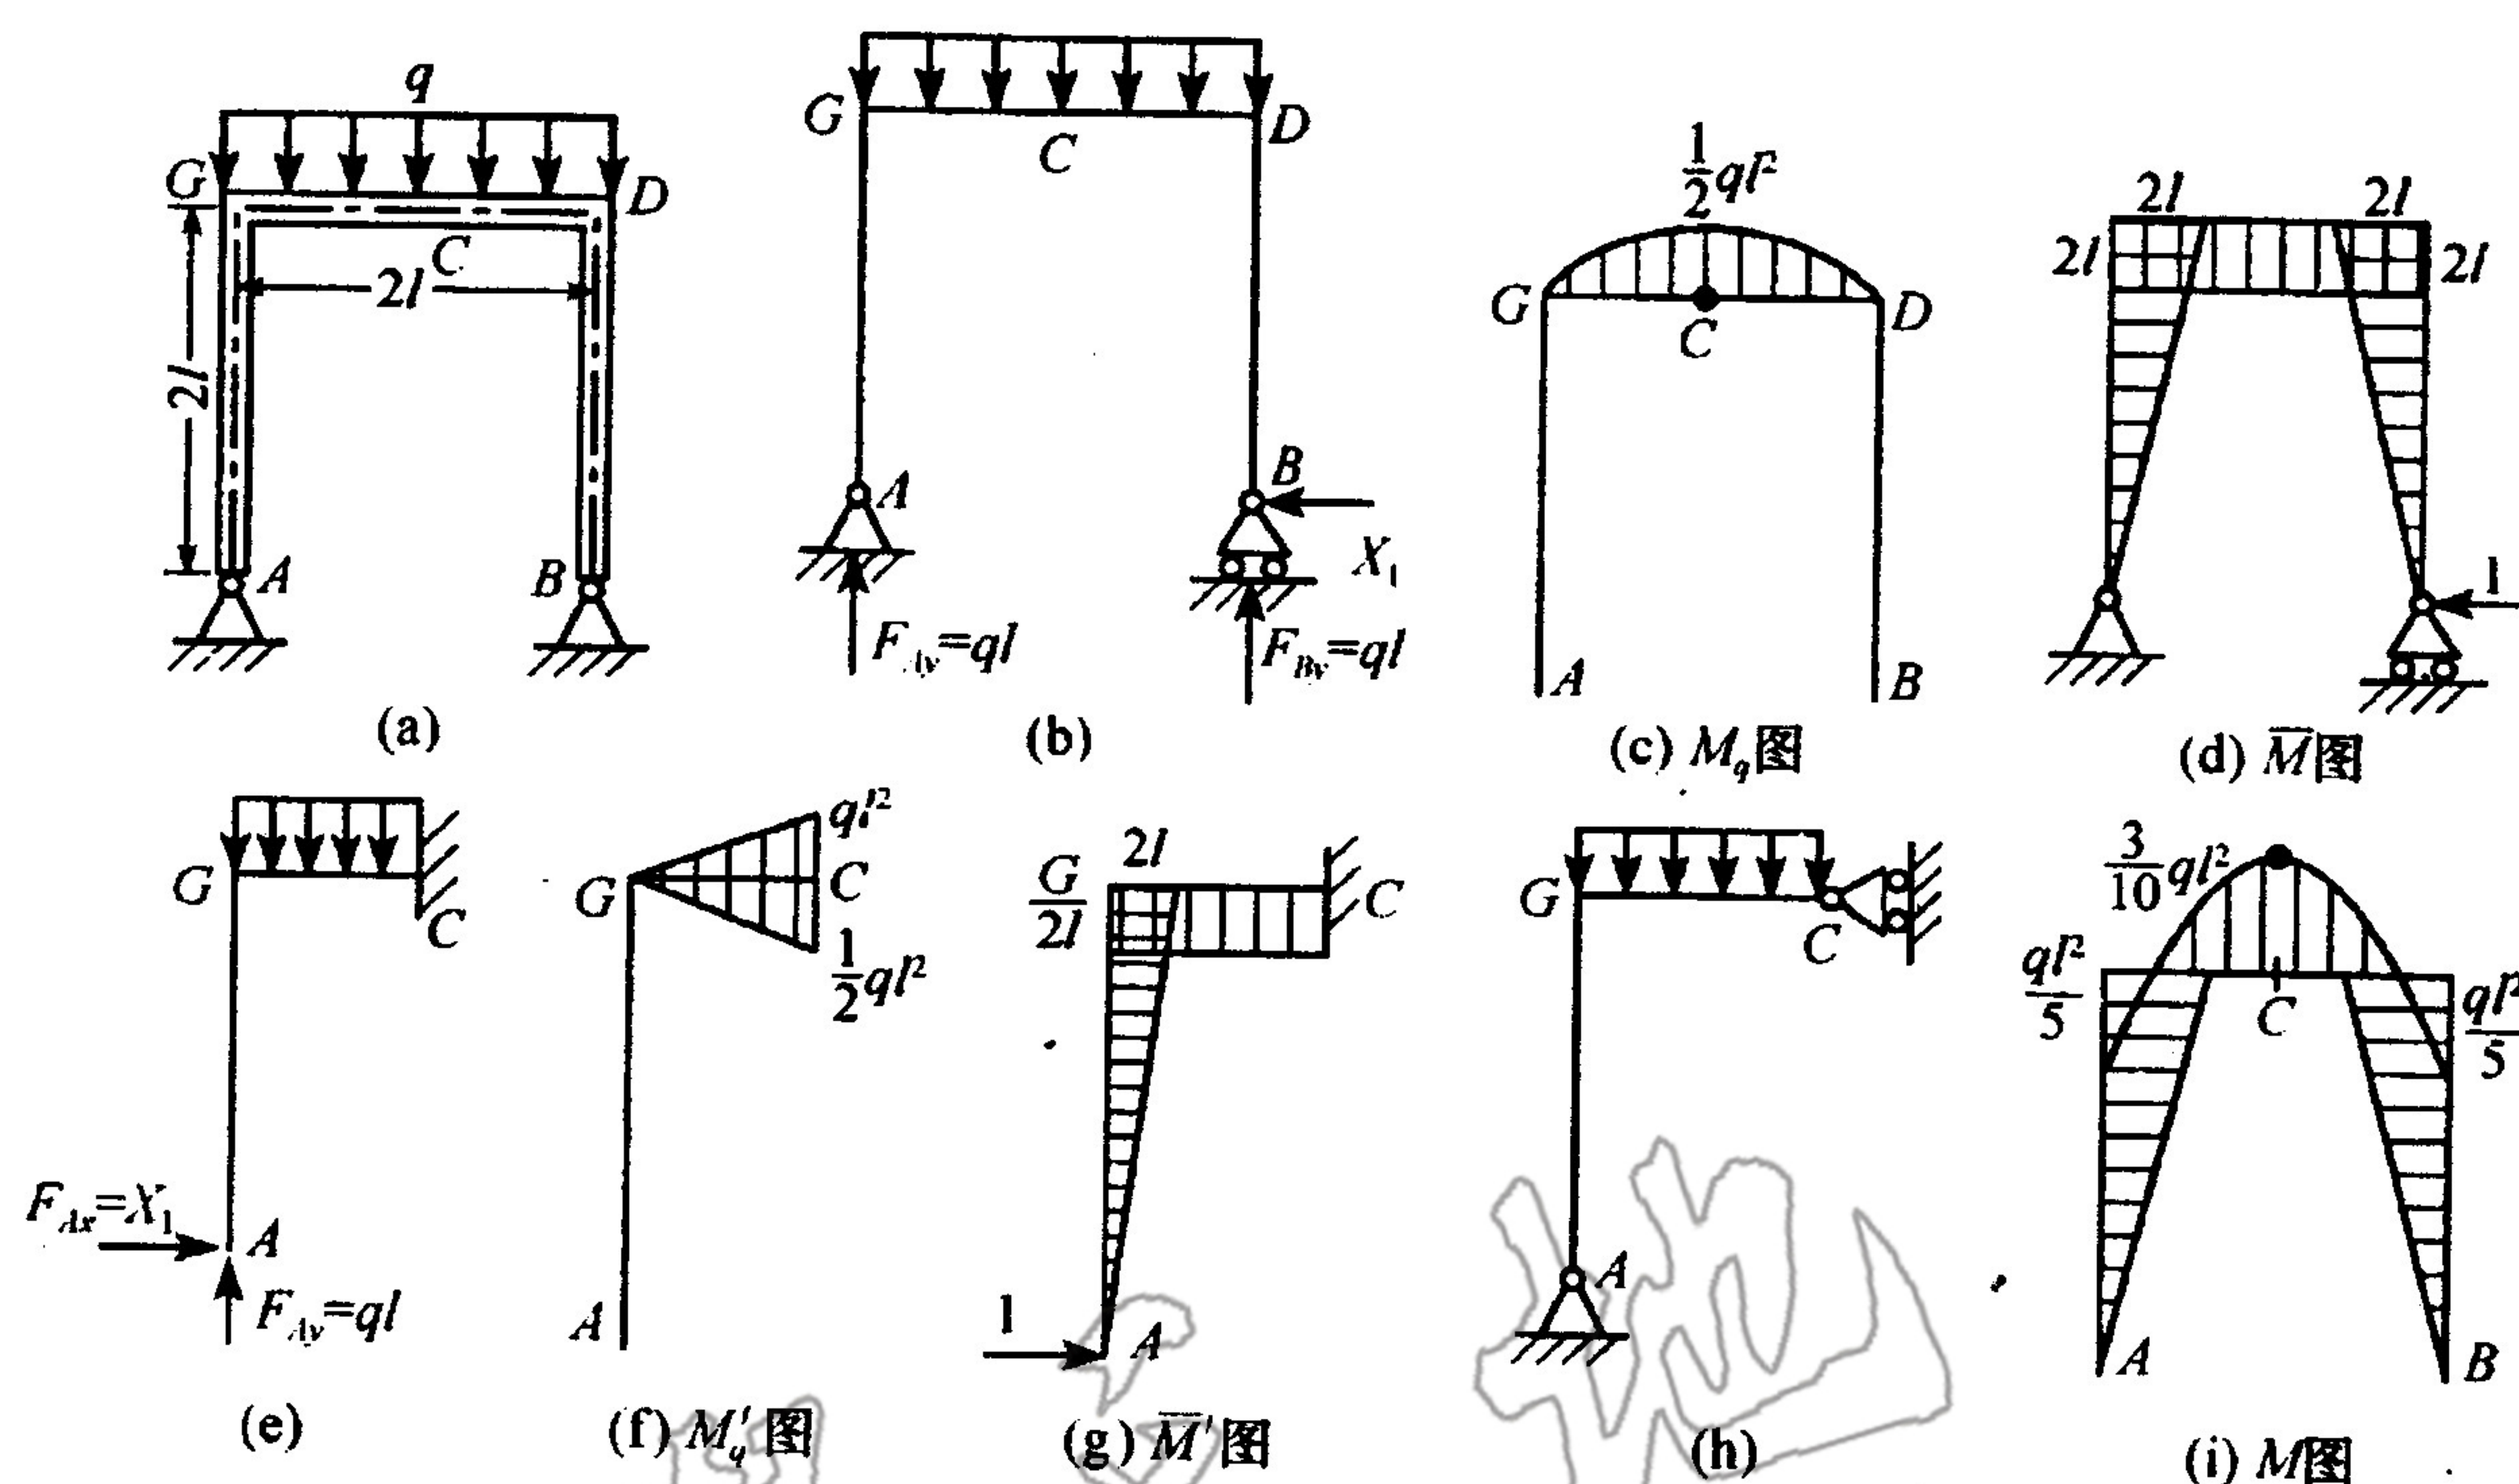

图 8.5
8.5 求图 8.5(a) 所示刚架的支座反力。(25 分)
解 这是求解超静定刚架问题。刚架 A、B 端均为固定铰支座, 固有 4 个约束反力, 因此为一次超静定结构。取相当系统如图 8.5(b) 所示, 作载荷弯矩图 M_q 和单位力图 \bar{M} 如图 8.5(c)、(d) 所示。
根据结构对称、外力对称条件可知，刚架的变形亦对称，故中面 C 处转角为零。根据对称性可知 $F_{Ay} = F_{By} = ql$ ，且 $F_{Ax} = -F_{Bx}$ 。因此可选取相当系统如图 8.5(e) 所示，作外载内力图及单位力图分别如图 8.5(f)、(g) 所示。在此相当系统下，变形协调条件为铰支处 A 的水平位移为零。力法正则方程为
当然，同样可取图 8.5(a) 中面 C 处加中间铰作为静定基，继而取相当系统如图 8.5(h) 所示，此种方法相对于前两种方法要烦琐一些，有兴趣的读者不妨一试。
求出多余内力 X_1 后，根据平衡条件求出所有支反力。如果进一步要求，还可作刚架弯矩图如图 8.5(i) 所示。